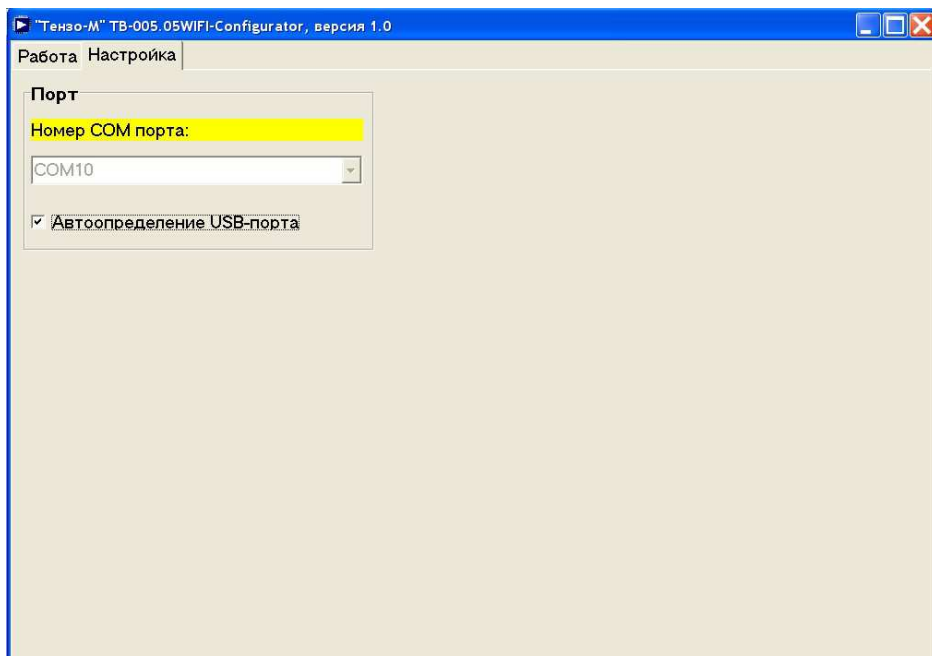

Рис.20 .1. Вид закладки «**Настройка**» Программы.
20.8. Вид закладки «**Настройка**» приведён на Рис.20 .1.